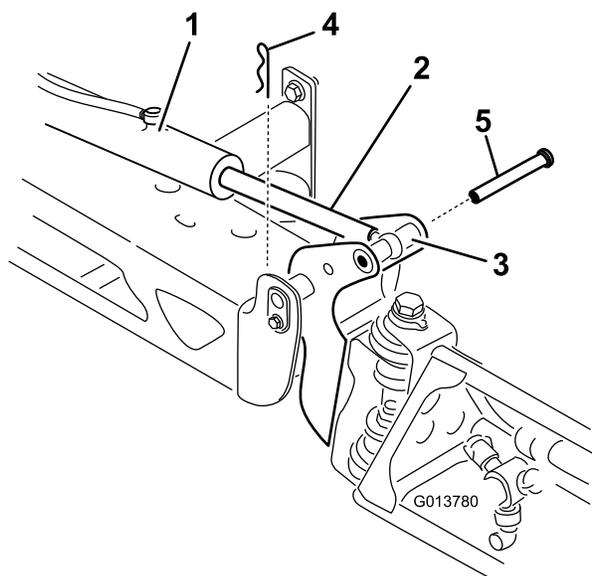

Figura 66
2. Retire o gancho do passador de forquilha (Figura 66).
3. Eleve a secção, retire o passador de forquilha e lentamente baixe a secção para o solo (Figura 66).
7. Enquanto sustenta a secção de pulverização, insira o passador de forquilha através tanto da articulação da rampa como da barra do acionador (Figura 66).